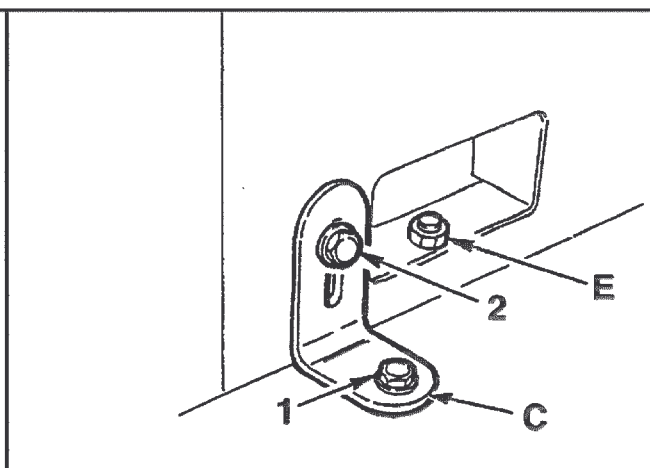

Fig. 05-04
- Ricontrollare il livellamento, se necessario agire sui grani di regolazione "B", poi bloccarli con i relativi controdadi "E" - Fig. 05-04.
- Bloccare prima le viti "1" che fissano gli squadretti "C" a terra, poi le viti "2" che fissano gli stessi squadretti alla macchina (Fig. 05-04).